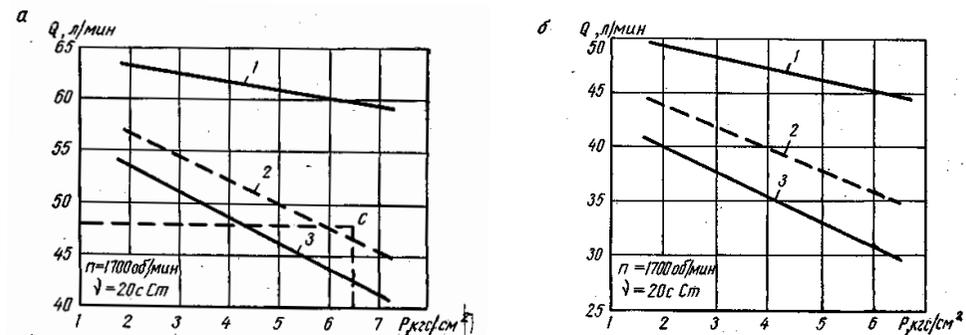

Рисунок 3- Гидравлическая характеристика масляного насоса двигателей СМД-14 и СМД-14А (а), Д-240 (б) (по данным Б. Ф. Горбунова):
9 По полученным значениям *p* и *Q* установить возможность дальнейшего использования насоса на двигателе, пользуясь гидравлической характеристикой (рисунок 3). Для этого на оси ординат найти значение производительности *Q*, замеренной дросселем-расходомером, а на оси абсцисс - значение давления *p*, подсчитанного по формуле (1). Из найденных точек провести соответственно горизонтальную и вертикальную линии до их пересечения.